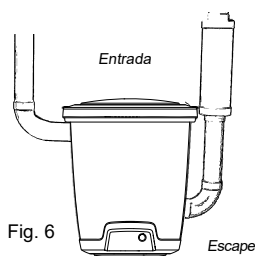

Fig. 6
5. Poner el tapón ciego en la salida anteriormente ocupada por el receptáculo del tubo de aspiración. Utilizar los cuatro tornillos para mantenerlo en sitio. El tubo de escape ha de estar firmemente unido a la pared para asegurarse de que no se desprende del receptáculo. Recuerde que el tubo acodado ha de poder girarse en varias direcciones para que la instalación llegue a ser correcta. Seguidamente conectar el tubo de escape y el silenciador, Fig. 6. Colocar la central de aspiración de manera que el tubo de escape sea lo más corto posible, como máximo 5 metros.